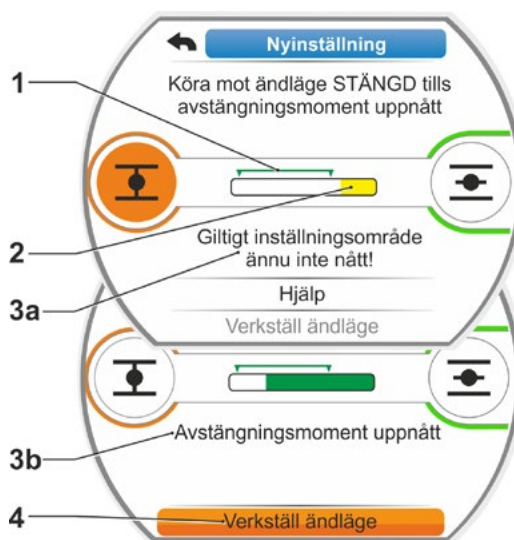

Bild 12: Köra mot ändläge STÄNGD vid vridmomentberoende avstängning
b) Flytta valmarkeringen till "Verkställ ändlägen" (bild 12, pos. 4).
Displayen informerar om det giltiga inställningsområdet (bild 12, pos. 1) nåtts (3b) eller ännu inte nåtts (3a) och statusfältet (2) växlar på motsvarande sätt färg från gult till grönt.
Om avstängningsmomentet har uppnåtts visas meddelandet "Avstängningsmoment uppnått" (3b) och menypunkten "Verkställ ändläge" är aktiv (bild 12, pos. 4).